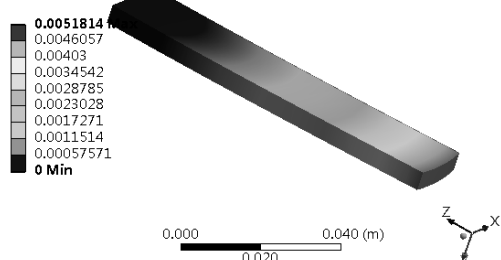
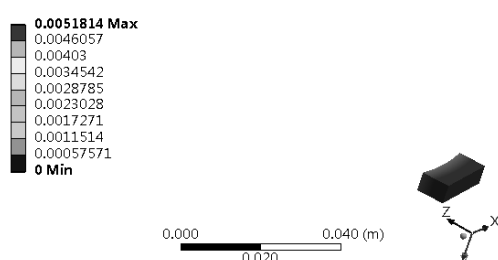

图 4-6 Capped IsoSurface 方式
图 4-7 Capped IsoSurface 方式
(3) Capped IsoSurface：指删除了模型的一部分之后的显示结果，删除的部分是可变的，高于或者低于某个指定值的部分被删除，如图 4-6 和图 4-7 所示。